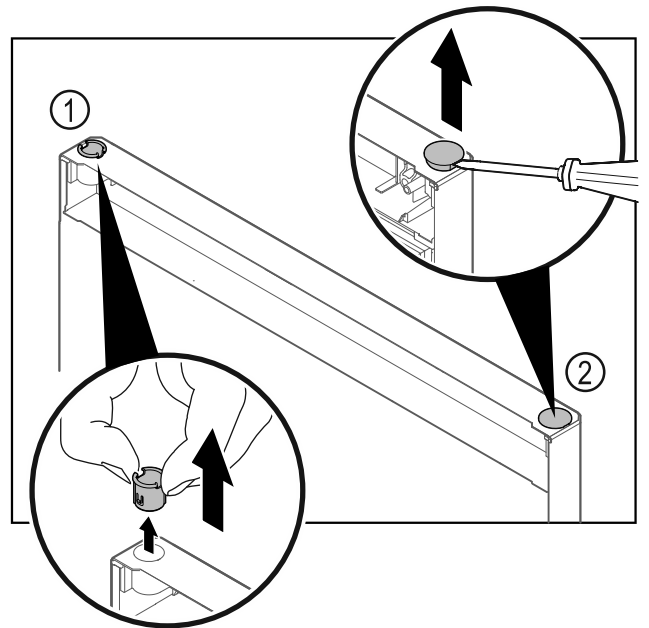

Fig. 26
- ▶ 用手指拔出合页衬套 Fig. 26 (1)。
- ▶ 用带槽螺丝刀小心撬起盖塞 Fig. 26 (2) 并将其拔出。